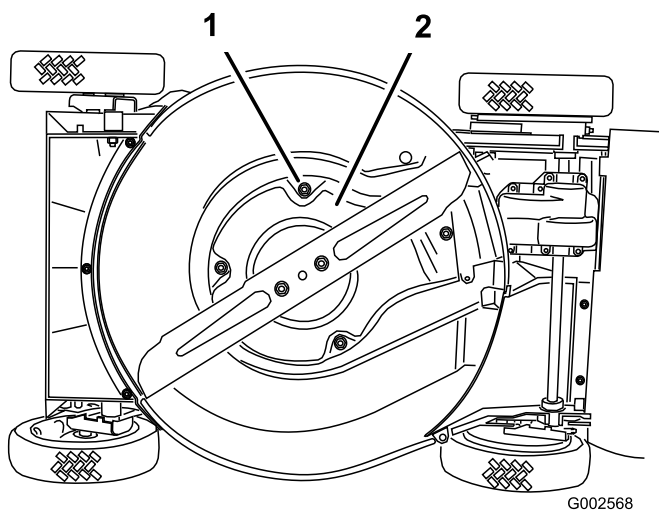

Figura 36
6. Togliete le quattro viti di fissaggio del carter (Figura 36).